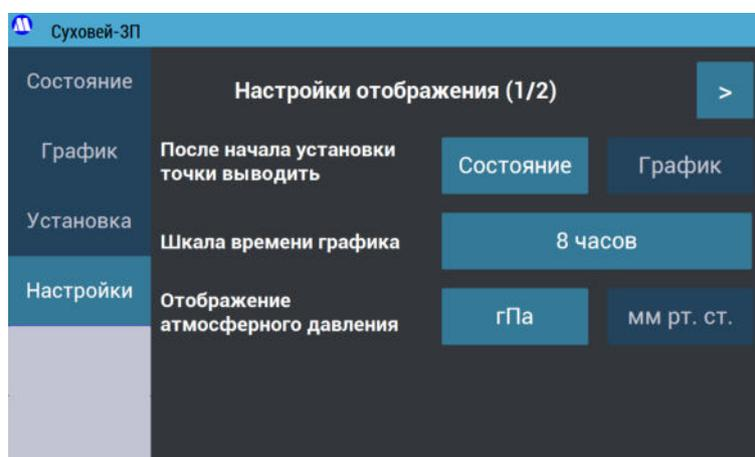

Рисунок 19 – Экран «Настройки отображения», страница 1.
7.2.10.1. Кнопка «**Настройки отображения**» открывает меню (Рисунок 19), в котором есть возможность выбора (первая страница):